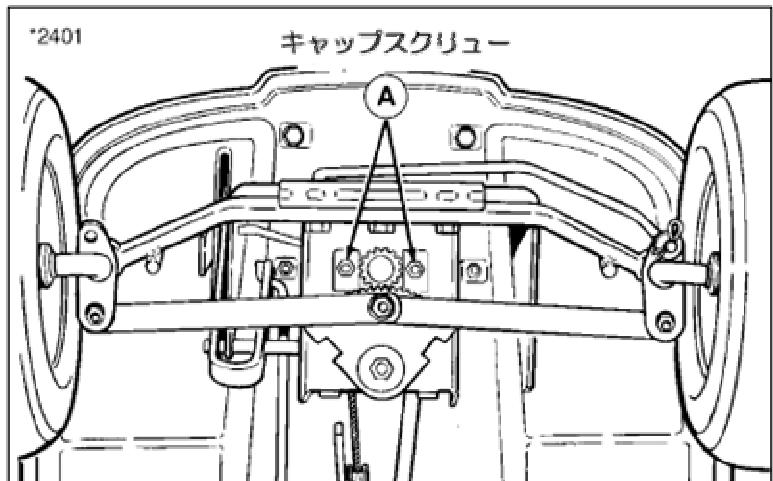

図 23 ステアリングギアの調節
1. 図 23 のように、ギアの歯車が噛合うようする為、2つのキャップスクリューとプッシュブラケットを緩めます。